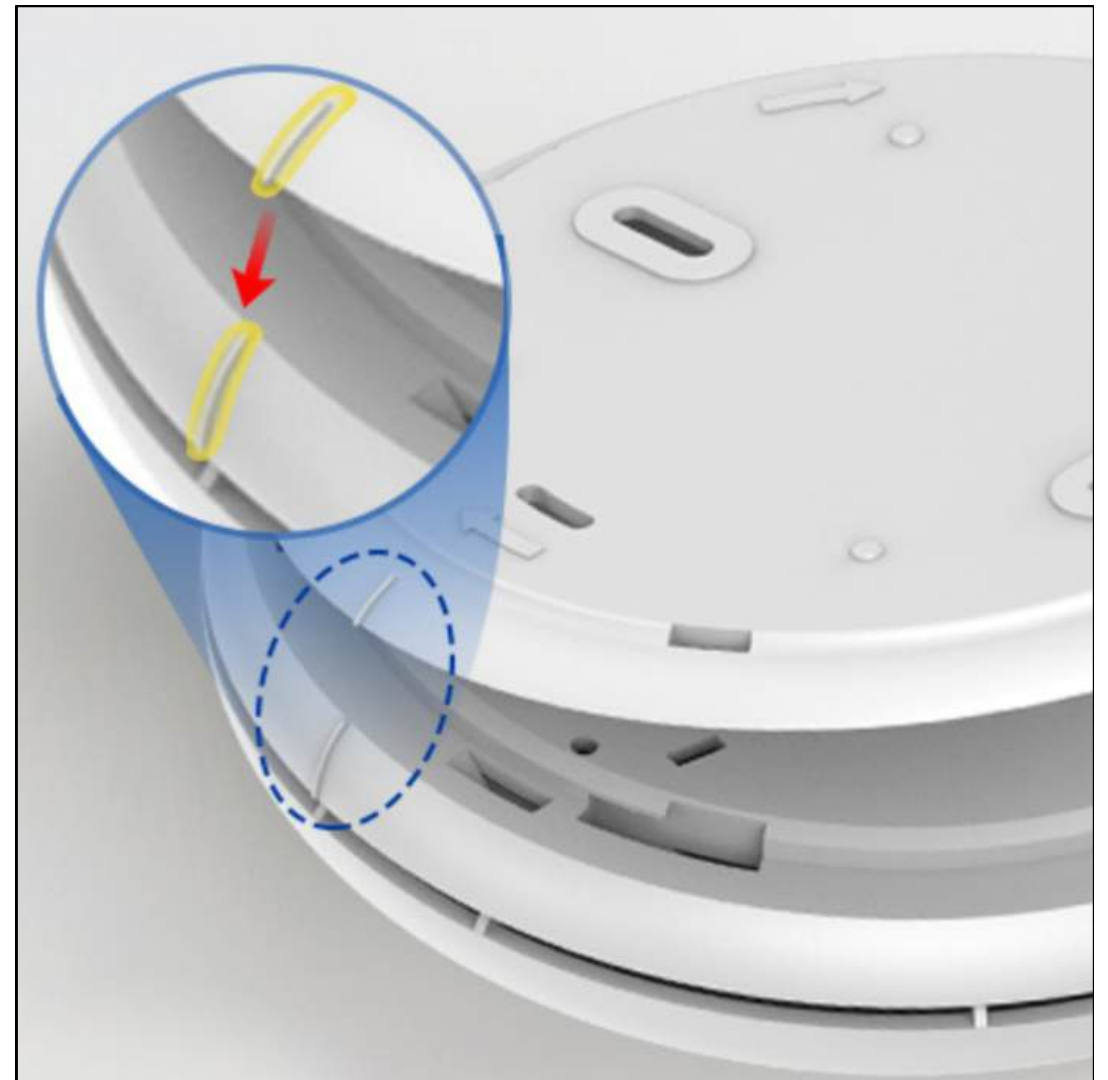

Figure 1: Aligner les lignes à l'arrière du détecteur
L'appareil est désactivé par défaut avant de quitter notre usine. Avant de pouvoir l'utiliser, il doit être activé. Tournez le support de montage du détecteur dans le sens contraire des aiguilles d'une montre en alignant les lignes (Figure 1).
**5 :** Cliquez sur le symbole « + » dans le coin supérieur droit de l'écran d'accueil de l'application. Choisissez ensuite « **Ajouter un appareil** », tel qu'indiqué sur la figure 1. L'application recherchera ensuite automatiquement les appareils en mode couplage. Suivez les étapes décrites dans l'application.